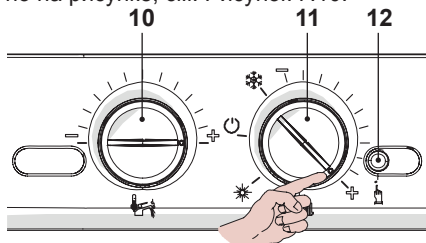

Рисунок 7.10
- Поверните переключатель 11, как показано на рисунке, см. Рисунок 7.10.